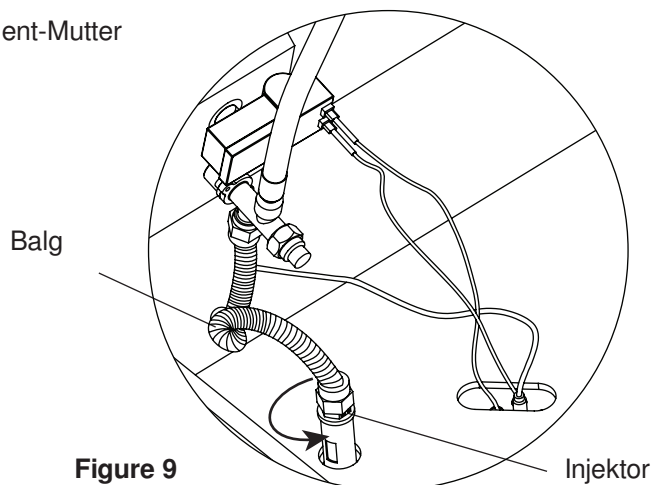

Figure 9
10. Mit einem Schraubenschlüssel den Balg gegen den Uhrzeigersinn vom Injektor abschrauben und abtrennen (siehe Figure 9).